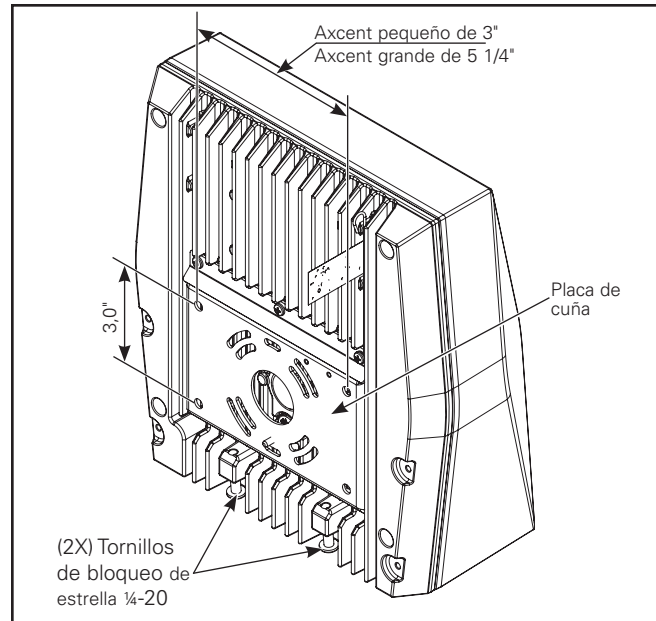

Figura 1.
1. Retire la placa de cuña aflojando los (2) tornillos de cabeza estrella de ¼-20 en la luminaria. (Figura 1.)
- La luminaria viene con una placa de cuña preinstalada de montaje en la pared. Retire la placa de cuña de montaje en la pared y deséchela. (Figura 1.)
1. La luminaria viene con una placa de cuña preinstalada de montaje en la pared. Retire la placa de cuña de montaje en la pared y deséchela. (Figura 1.)
1. La luminaria viene con una placa de cuña de montaje en pared preinstalada. Quite la placa de cuña de montaje en pared y deséchela. (Figura 1.)
1. El accesorio viene con una placa de montaje en pared preinstalada. Retire la placa de cuña de montaje en la pared y deséchela. (Figura 1.)